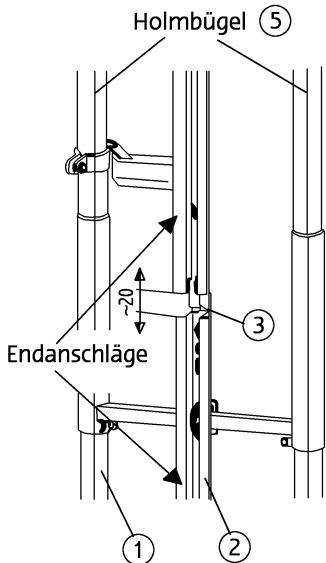

Abb. 1: Fangstift, Gelenkpunkt
Einschwenkbare Einstieghilfe auf das Fallschutzschienenende voll aufsetzen, Fangstift (3) muss eingerastet sein (ähnl. Abb.1). Rohrschellenhälften (4 und 6) trennen. Beide Gelenkpunkte (Abb.2) der gelagerten Rohrschellenhälften (4) gegen den Holmbügel (5) drücken. Rohrschellenhälften (4) so ausrichten, dass diese am oberen Anschlagpunkt anliegen (Abb. 2). Nun Rohrschellenhälften (6) in Position bringen und mit Schrauben (7), U-Scheiben und Muttern (8) leicht anschrauben.
2.1 Die einschwenkbare Einstieghilfe ist so auszurichten, dass die Anlagelasche (9) spannungsfrei am zweiten Holmbügel anliegt. Rohrschellen festschrauben (Anzugsmoment 30 Nm).
Danach sollte sich die einschwenkbare Einstieghilfe leicht um ca. 20 mm anheben und schwenken lassen (Abb.1). Sollte dies nicht der Fall sein, so muss die starre Fallschutzschiene (2) oder die Gelenkpunkte (Abb.2) nachgerichtet werden, bis Fangstift (3) leicht ausrastet.
2.3 Es sind an den Fallschutzschienen am oberen und unteren Ende sowie an jeder Ausnehmung und Unterbrechung (auch bei Verwendung der einschwenkbaren Einstieghilfe) Endanschlüsse zu montieren. Montieren Sie deshalb auch an der starren Fallschutzschiene einen Endanschlag unterhalb der obersten Sprosse nach spezieller Montageanleitung (siehe Abb.1).